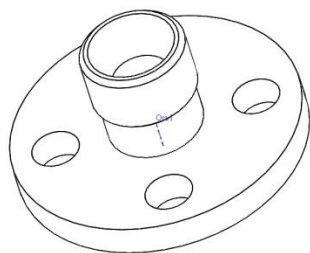

Рис.7.
- на гидронасос трактора установите фланцы с уплотн. шайбами (рис.7);